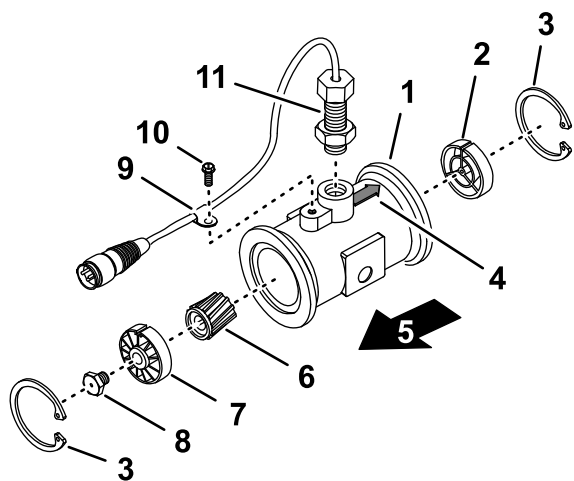

Рисунок 108
3. Снимите стопорное кольцо со стороны входа (Рисунок 108).